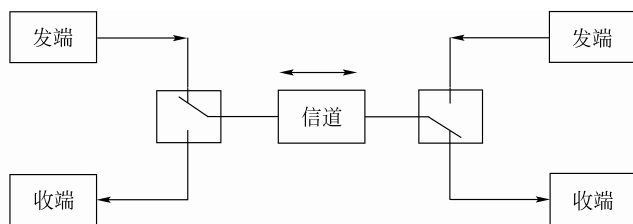

图 7-5 半双工通信
③ 半双工 (Half Simplex): 指数据可以进行双向数据传送，同一时刻，只能发送数据或者接收数据，如图 7-5 所示。通常需要一对双绞线连接，与全双工相比，通信线路成本低。例如，RS-485 只用一对双绞线时就是“半双工”通信方式。